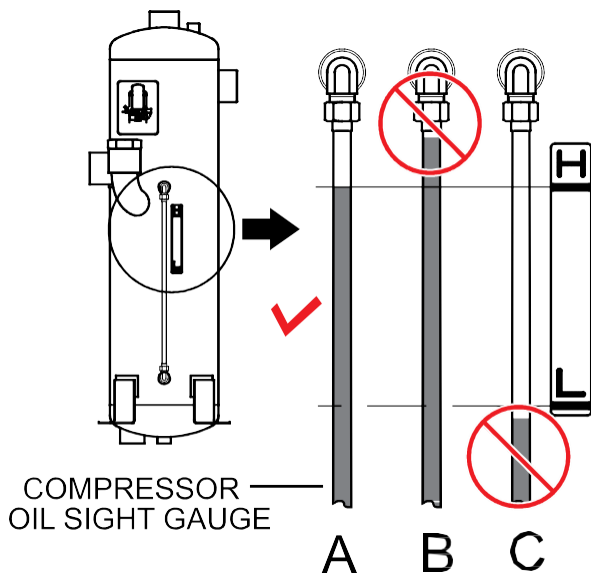
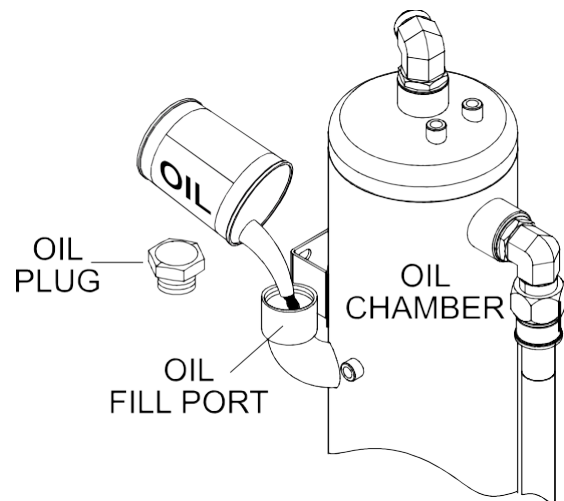

Рисунок 12. Проверка уровня масла в компрессоре
Рис. 13. Добавление масла (масляная камера)
2. Убедитесь, что трубчатый смотровой манометр (Рисунок 12) указывает соответствующий уровень масла в компрессоре..
- 3 Убедитесь, что уровень масла в компрессоре находится между отметками H и L на смотровом стекле (прозрачная пластиковая трубка), как показано на рис. 12А.
4. Если уровень масла в компрессоре низкий (Рисунок 12С), снимите пробку маслозаливной горловины компрессора (Рисунок 13) и долейте масло до безопасного рабочего уровня (макс.), как показано на смотровом стекле (Рисунок 12А).
При добавлении компрессорного масла НЕ переполняйте его (Рисунок 12В).